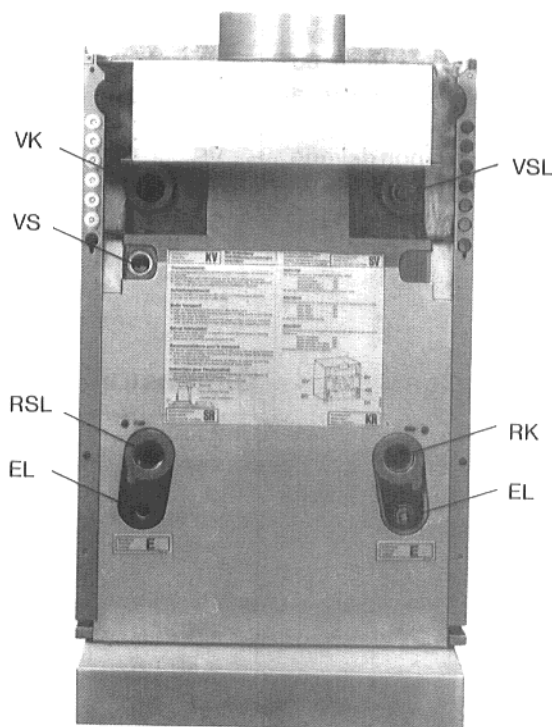

Fig. 5
- Collegare la caldaia alle tubazioni dell'impianto (attacchi vedi figure 5).